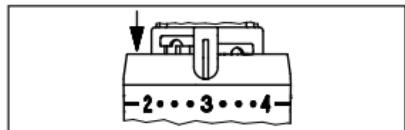

Abb.9
2. Die beiden Elemente aus der „Parkposition“ herausziehen und in die Position rechts und links von der Einstellmarke einstecken (Abb. 9).